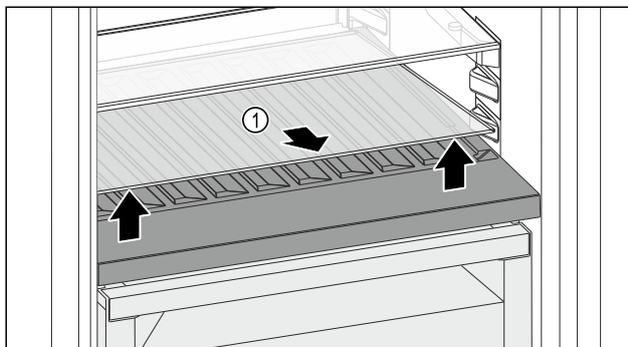

Fig. 97
- ▶ Glasplatte Fig. 97 (1) an der Aussparung vorne anheben und herausnehmen.
- ▶ Glasplatte Fig. 97 (1) außerhalb des Geräts sicher aufbewahren.